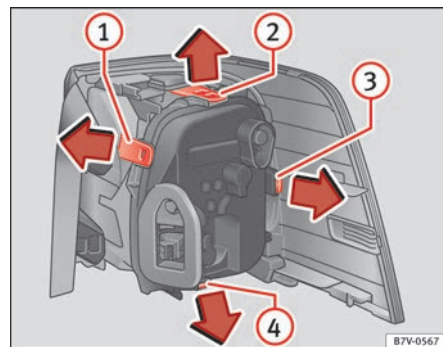

Fig. 212 Luz trasera en la carrocería: Desmontar el portalámparas. ① a ④: lengüetas de bloqueo.
9.	Para desbloquear el portalámparas, presione las lengüetas de bloqueo ⇒ fig. 212 ① a ④ en el sentido de la flecha.